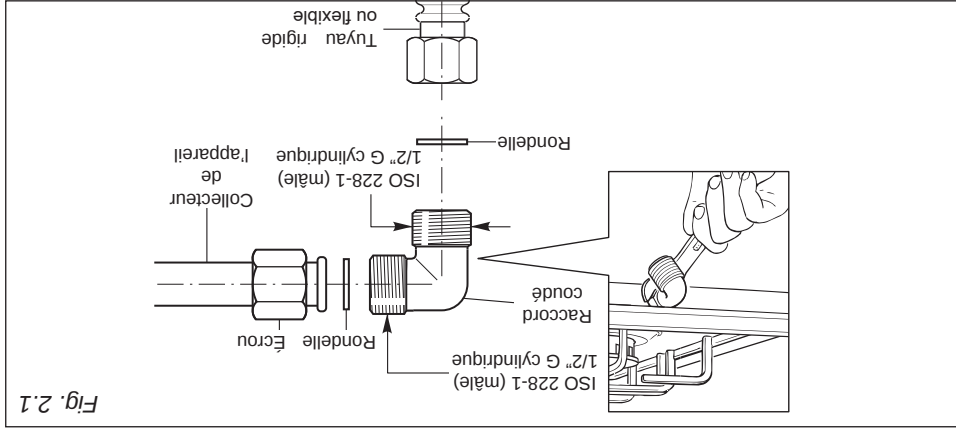

Fig. 2.1
Le groupe raccordement (fig. 2.1) se compose de:
- A l'arrière de l'appareil il y a une rainure pour le logement du tube de raccordement. Le raccord d'entrée gaz peut être positionné par rotation dans la direction voulue après avoir desserré la connexion raccord coude - écou à l'aide d'une clé (fig. 2.1). Il est conseillé de ne jamais le mettre en position horizontale ou verticale.